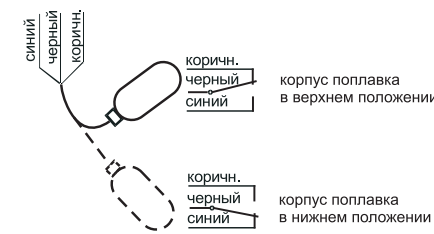

Рис. 2
5.4. Состояния контактов микровыключателя, в зависимости от положения корпуса поплавка, показаны на рис. 2.